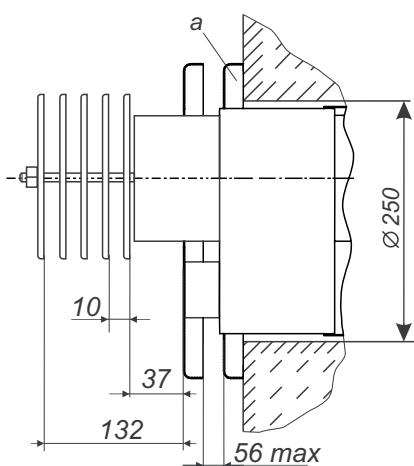

Рис. 3. Встановлення дисків димоповітряного блоку для апаратів потужністю 10-15 кВт
1 - вхідний патрубок підведення води в другий контур; 2 - газовий контур; 3 - термомініатор; 4 - стаканчик для установки балона терморегулятора | термомініатор; 5 - датчик первірки; 6 - вихідний патрубок другого контуру; 7 - патрубок підключення газу; 8 - димолової вітринний блок (докладніше рис. 3, 5, 5а); 9 - патрубок відводу води в систему опалення; 10 - місце установки ТЕНА (ТЕН в комплектацію апарату не входить); 11 - патрубок подачі води з системи опалення; 12 - оптическе вікно; 13 - запальник; 14 - основний пальник
6.3.1. В зовнішній стіні будинку, згідно з рис. 2, пробити горизонтальний канал діаметром 190 мм для апаратів потужністю 5-7 кВт, 250 мм для апаратів потужністю 10-15 кВт (рис. 3; 5). При цьому необхідно враховувати, що для забезпечення установки та зняття апарату, а також для зняття та установки газопальникового пристрою перед фронтом апарату на відстані **не менше 1м від стіни** не повинно бути ніяких будівельних елементів або стаціонарно встановленого обладнання.
Для апаратів потужністю 10-15 кВт на виступаючий газохід зовнішній установити набір дисків. Закріпити диск "а" до зовнішньої стіни і відрегулювати їх (рис. 3).